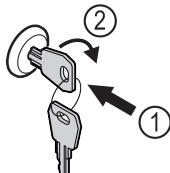

Fig. 171
- Iespiediet atslēgu. Fig. 171 (1)
- Grieziet atslēgu par 90° pulksteņrādītāja virzienā. Fig. 171 (2)